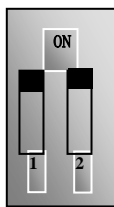

图 5-10
- (5) 对于 FC2100 系列 30kW 及其以下功率变频器控制端子排附近有一个两位红色拨码开关 SW1，如图 5-10 所示。拨码开关的作用是选择模拟量输入端子 AI2 的电压信号 (0~5V/0~10V) 或电流信号，出厂值默认为电流通道。使用时通过 F203 选择模拟量输入通道，通过 F439 设置输入信号类型为电压信号还是电流信号。按图示把开关 1 拨到 ON 位置，2 拨到 ON 位置，选择 0~20mA 电流调速。其他拨码开关的位置与调速方式详见下表 5-2。